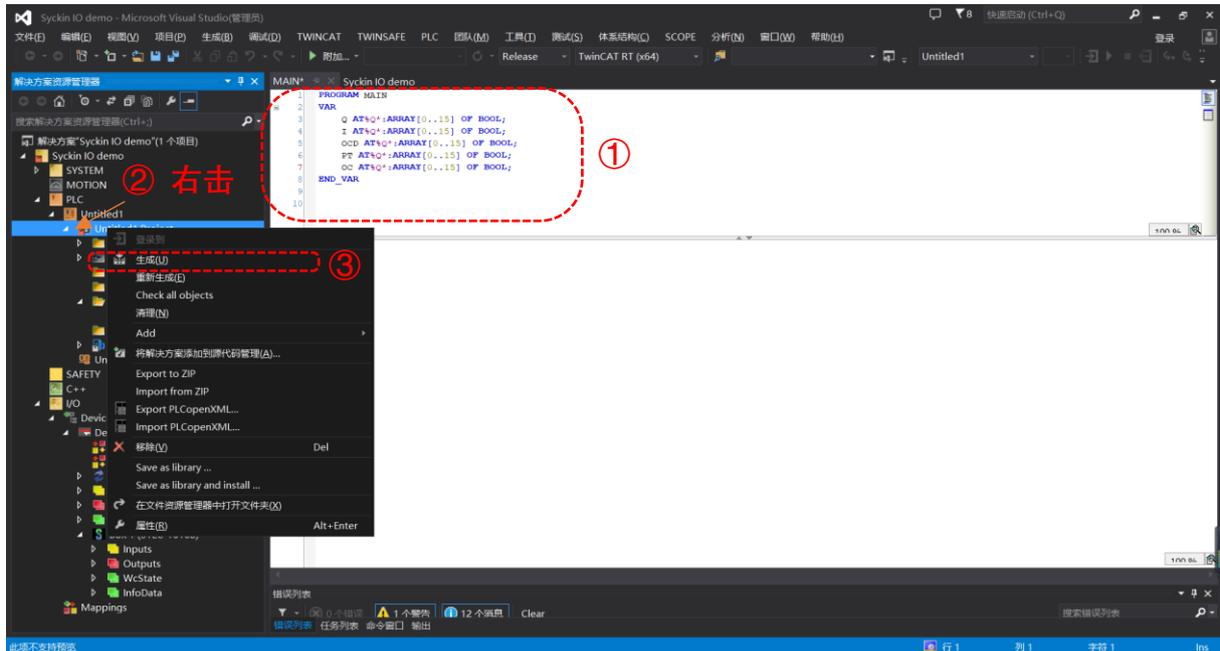

图 3.87
► **温馨提示:** I/O 映射变量的声明必须遵循“AT%Q*:”的格式,同时新变量声明完要重新生成,才会有变量接口,如图 3.87—3.88